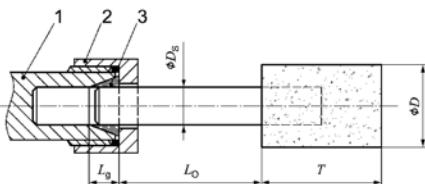

Figura 1: Lungimea de încastrare a mandrinei și clemei de strângere
■ Tineți cont de faptul următor: la corpurile abrazive mici trebuie redusă turata din cauza prelungirii distanței dintre capătul clemei de strângere și corpul abraziv mic (surplus). Respectați lungimea minimă de încastrare de 10 mm. (Consultați figura 1 și recomandările producătorului de corpuși abrazivi mici).